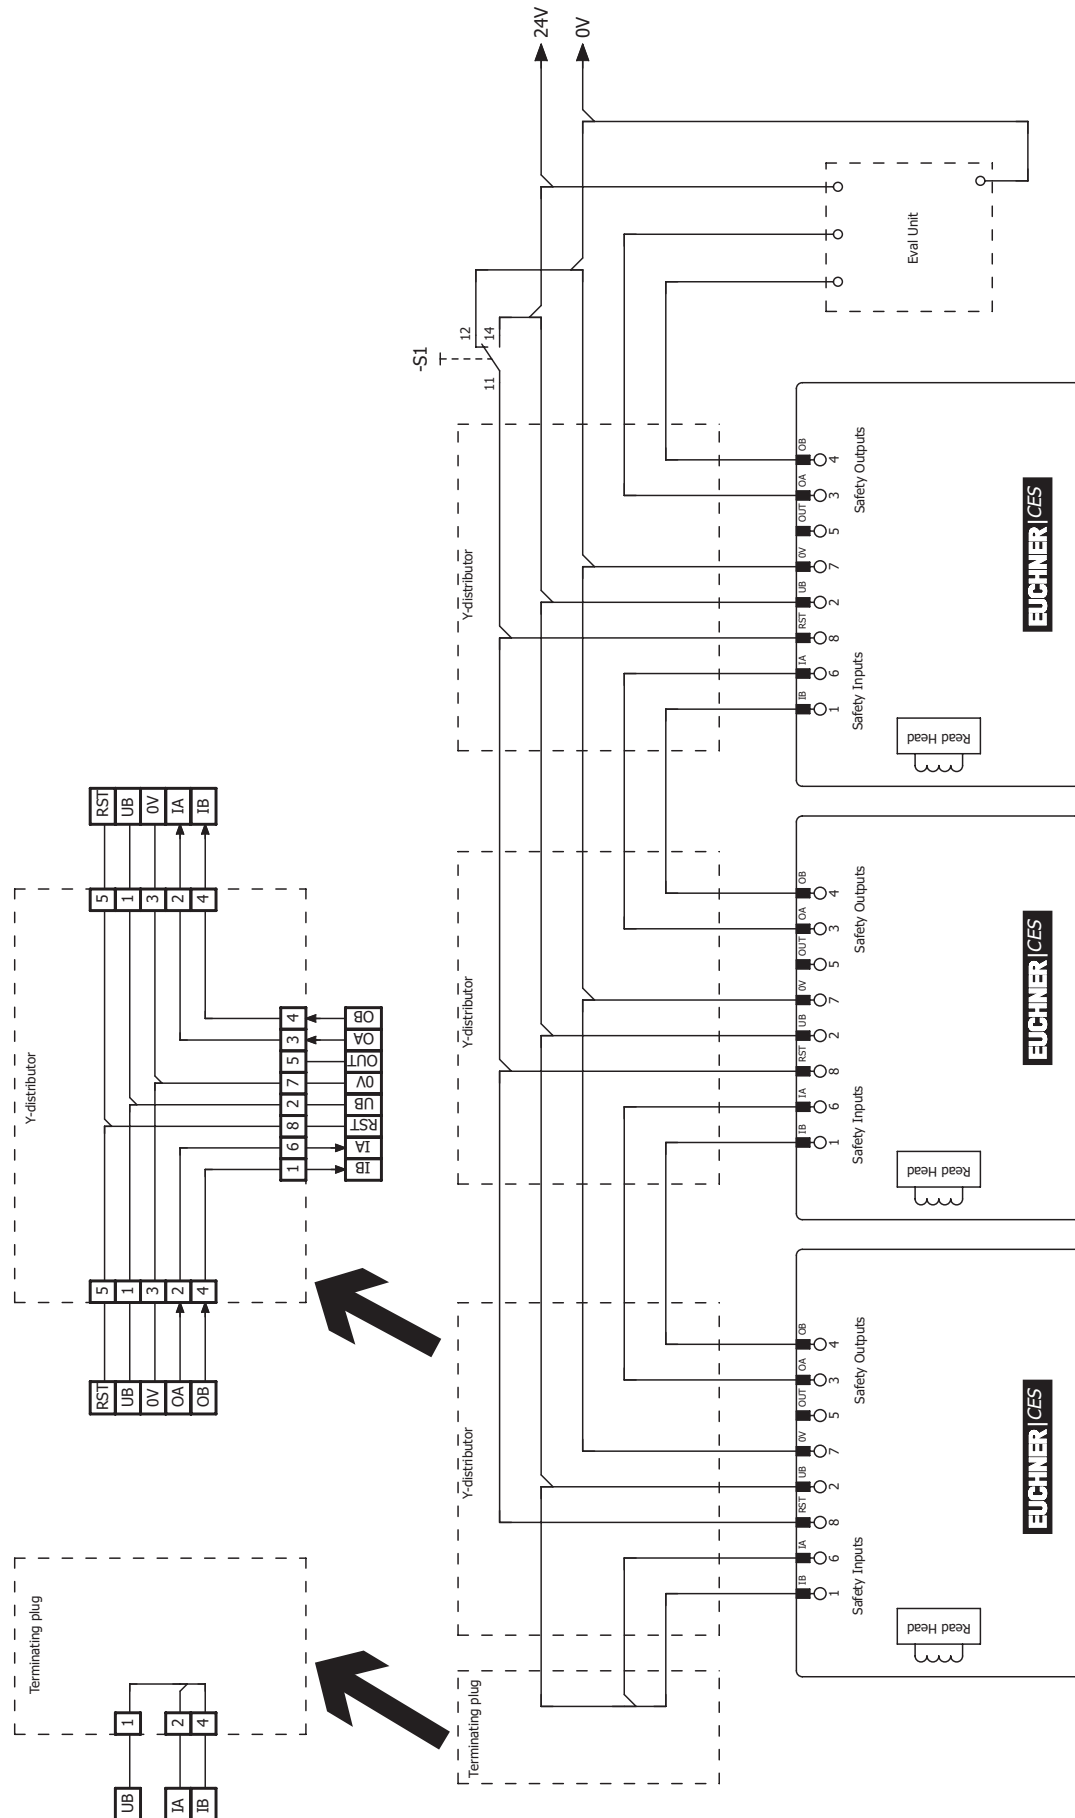

Fig. 4 : Exemple de raccordement pour montage en série avec réinitialisation et inverseur
- › Il faut utiliser un signal commun pour tous les interrupteurs en série. Cela peut être un inverseur ou encore la sortie d'une commande / d'un automate. Un bouton ne convient pas car la réinitialisation en cours de fonctionnement doit toujours être sur GND (voir l'interrupteur S1 sur la *Fig. 4 à la page 21*).
Pour que cela soit possible, l'entrée RST doit être connectée comme indiqué sur la Fig. 4 à la page 21.